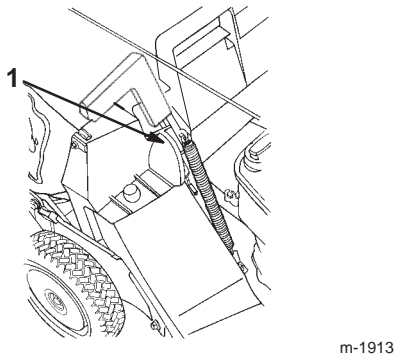

Bild 14
5. Ziehen Sie den Griff der Auswurfkanalklappe nach vorne, bis der Stift aus dem Riegel heraus ist. Bewegen Sie anschließend den Griff rückwärts, bis der Stift in die Korbaussparung einrastet (Bild 14).